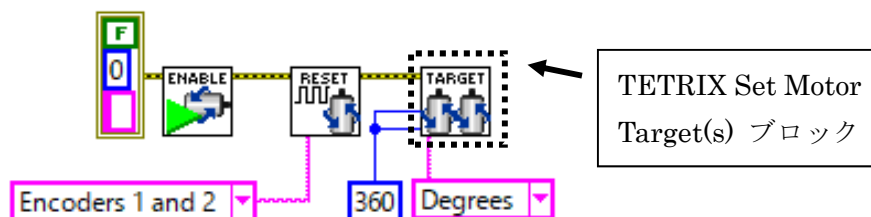

図 11 TETRIX Set Motor Target(s)
- (7) 「Motor_Expansion_Controller」 から「TETRIX Set Motor Target(s)」ブロックを選択し、ブロックダイアグラムに追加する。
- (8) 「TETRIX Reset Encoder」ブロックの「Error/Flow Out」端子と「TETRIX Set Motor Target(s)」ブロックの「Error/Flow In」端子を接続する。
- (9) 図 11 の「TETRIX Set Motor Target(s)」ブロックの左下部に隠れている「Motor1 Constant Speed」端子を右クリックして「作成」→「定数」を選択し、生成された定数ブロックに 360 と入力する。その後、「Motor2 Constant Speed」端子と作成した定数ブロックを接続する。また、「Encoder Units」端子にも定数ブロックを作成し、「Degrees」を選択する。